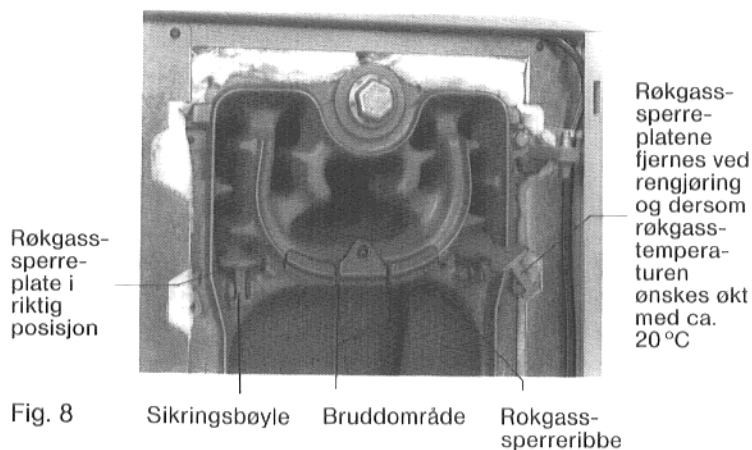

Fig. 8
Før kjelen settes i drift kontrolleres at sperreplatene ligger riktig. De kan forskyve seg under transporten. Brennerdøren åpnes. Røkgass-sperreplatene skal ligge vannrett (Fig. 8).
- A) Fjerning av røkgass-sperreribbe (Fig. 8).
- B) Delvis fjerning av røkgass-sperreribbe (Fig. 8).